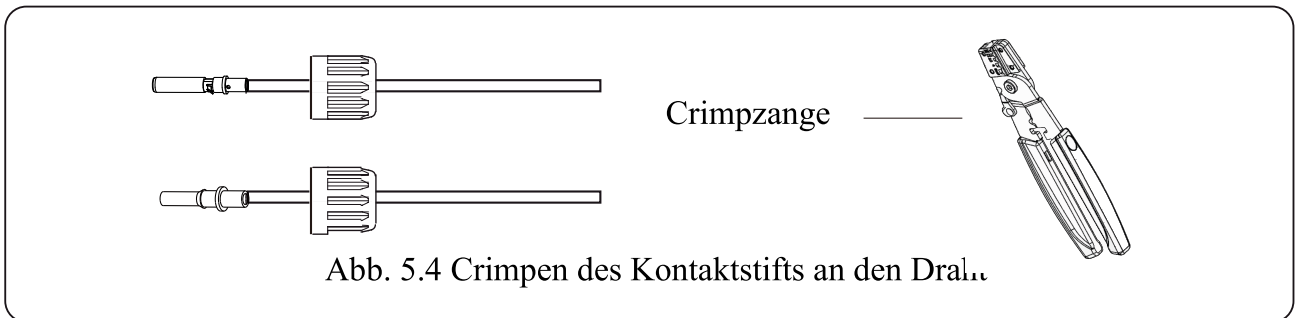

Abb. 5.4 Crimpen des Kontaktstifts an den Draht
b) Crimpen von Metallklemmen mit einer Crimpzange wie in Abb. 5.4 gezeigt.